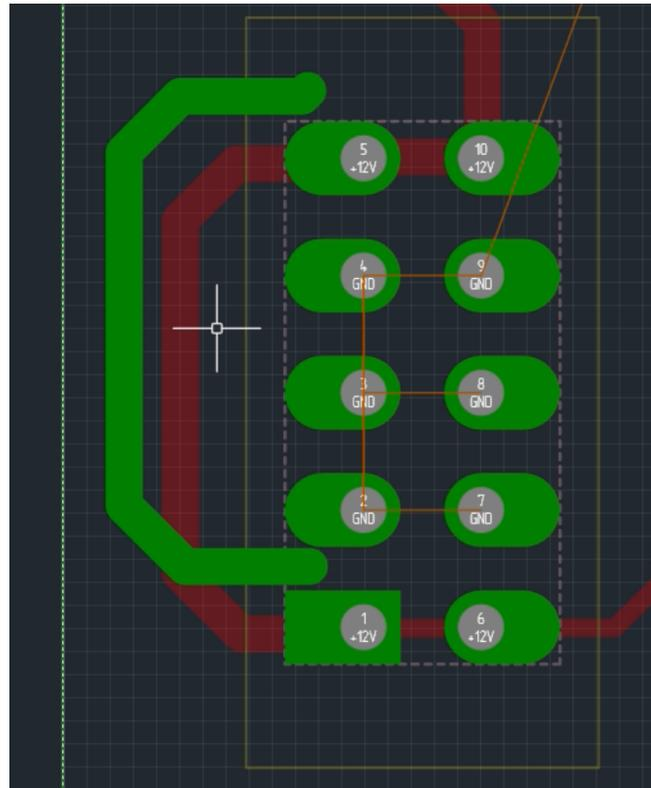

Рис. 457 Размещение скопированного трека
4. Разместите скопированный трек, см. Рис. 457.